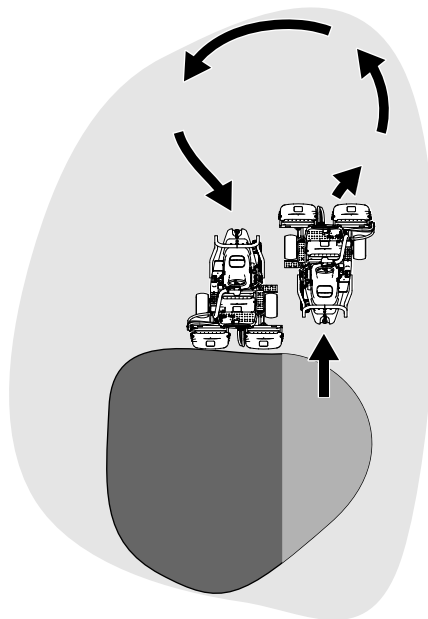

Figura 23
6. Per ridurre i tempi operativi e facilitare l'allineamento per la passata successiva, sterzate momentaneamente la macchina nella direzione opposta, quindi sterzatela nella direzione della porzione non tagliata con una svolta a forma di goccia (Figura 23) per allinearvi rapidamente per la passata successiva.